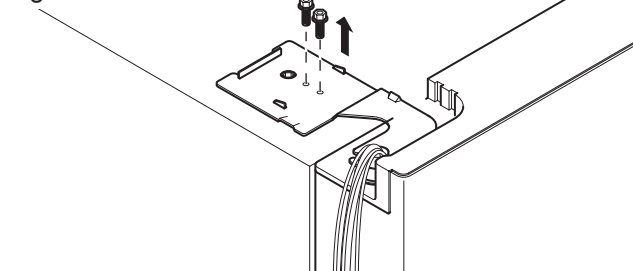

Fig. 4-7
1. Allentare le viti del coperchio con cerniera e rimuovere il coperchio (Fig. 4-7). Scollegare tutti i cavi ad eccezione del cavo della messa a terra.